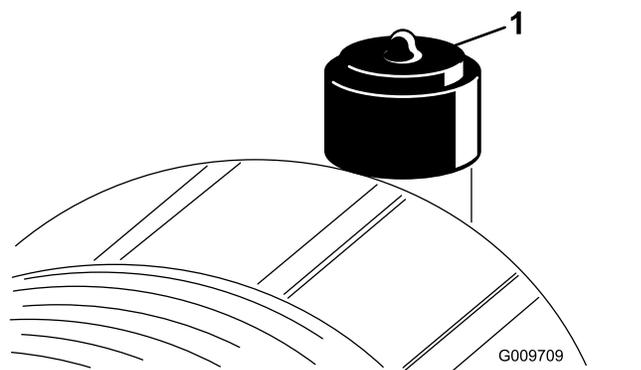

Рисунок 44
- Замените элемент воздухоочистителя, если индикатор воздухоочистителя загорелся красным цветом (Рисунок 44). Не допускайте излишней очистки элемента воздушного фильтра.